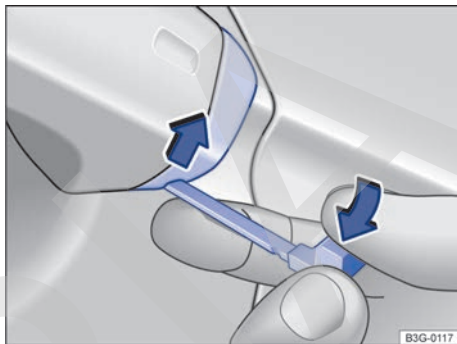

Fig. 77 Manilla de la puerta del conductor: desprender la caperuzita haciendo palanca.
- Introduzca la llave de emergencia, por abajo, en el orificio que hay en la caperuzita de la manilla de la puerta del conductor → **fig. 77** (flecha).